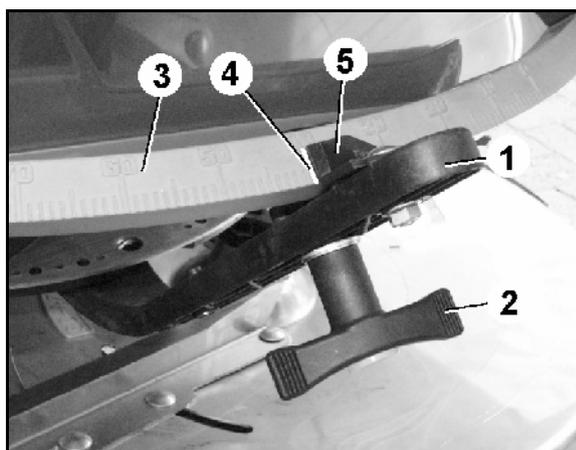

Fig. 64
O ajuste da quantidade faz-se, segundo a tabela de dispersão, através da alavanca de ajuste (Fig. 64/1).
2. Soltar o parafuso de orelhas (Fig. 64/2).
3. Procurar a posição necessária da corredeira na escala) (Fig. 64/3).
4. Apontar o bordo de leitura (Fig. 64/4) do indicador da alavanca de ajuste (Fig. 64/5) para o valor de escala.
6. Apertar firmemente o parafuso de orelhas (Fig. 64/2).